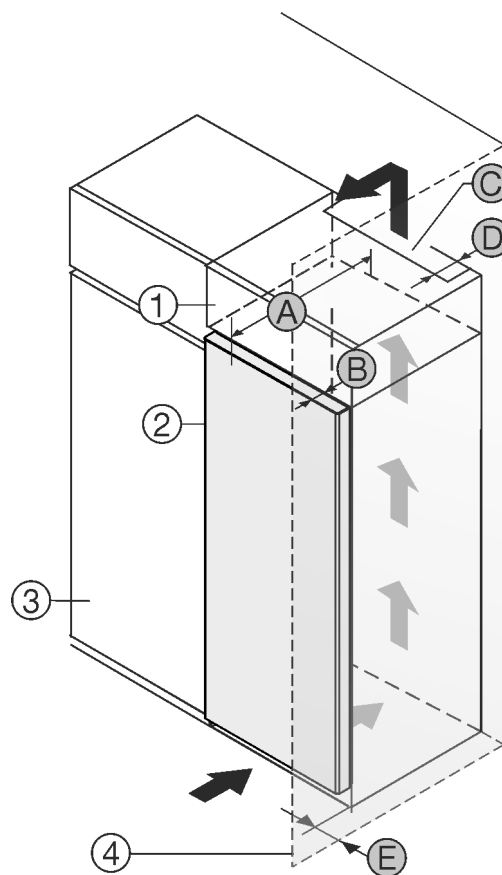

Fig. 1
Zariadenie môžete inštalovať priamo vedľa kuchynskej skrine Fig. 1 (3).
Na zadnej strane nadstavnej skrine musí byť vetracia šachta s hĺbkou Fig. 1 (D) cez celú šírku nadstavnej skrine.*
Pod stropom miestnosti sa musí dodržať prierez vetracieho otvoru Fig. 1 (C).*
Ak zariadenie nainštalujete so závesmi vedľa steny Fig. 1 (4), tak vzďialenosť medzi zariadením a stenou musí byť minimálne 13 mm.*
Ak zariadenie nainštalujete so závesmi vedľa steny Fig. 1 (4), tak vzďialenosť medzi zariadením a stenou musí byť minimálne 20 mm.*
Aby ste mohli dvere úplne otvoriť, zariadenie musí vyčnievať o hĺbku dverí Fig. 1 (B) prednej časti kuchynskej skrine. V závislosti od hĺbky kuchynských skriň Fig. 1 (3) a použitia dištančných držiakov na stenu môže zariadenie prečnievať ešte viac.*